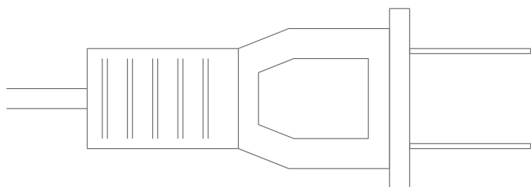

图 3-11 倒角其他草图对象
(5) 用与上同样的方法，倒角其他的草图对象，退出草图绘制环境，效果如图 3-11 所示。